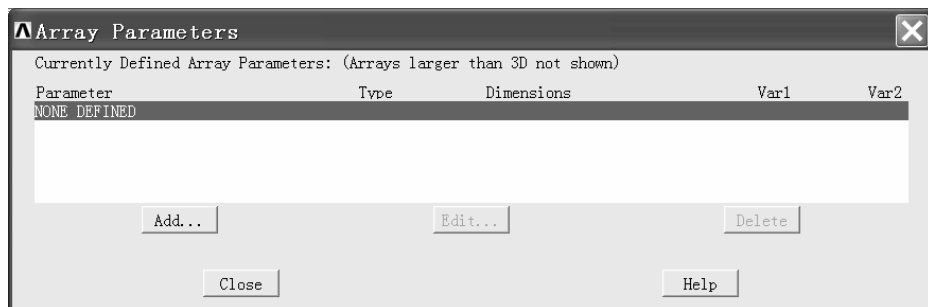

图 10-94 “Array Parameters” 窗口
(1) 依次选择 Utility Menu>Parameters>Array Parameters>Define/Edit..., 弹出“Array Parameters”窗口(见图 10-94)。